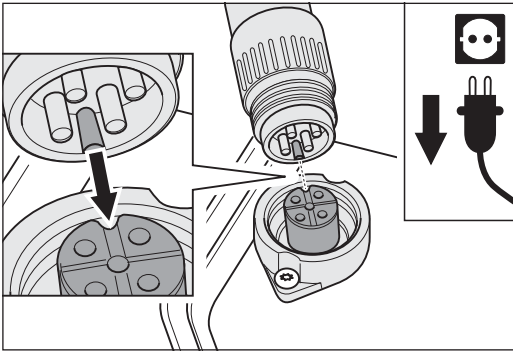

Fig. 21 Tenga en cuenta que el pico del enchufe esté metido en la ranura de la caja.
- 4 Meta el enchufe del cable del sensor del interruptor de presión en el interruptor CO./DESCO. y bloquéelo enroscando el anillo roscado. Tenga aquí en cuenta que el pico del enchufe se introduzca en la ranura de la caja (Fig. 21).